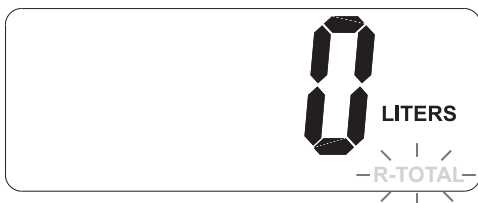

FIG. 8 Unidad de medida programada
2. Cuando parpadee R-TOTAL (FIG. 8):